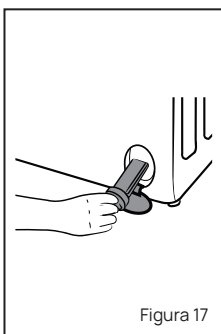

Figura 17
- Extraiga el conjunto tapa rejilla y límpielo. Ver figura 17